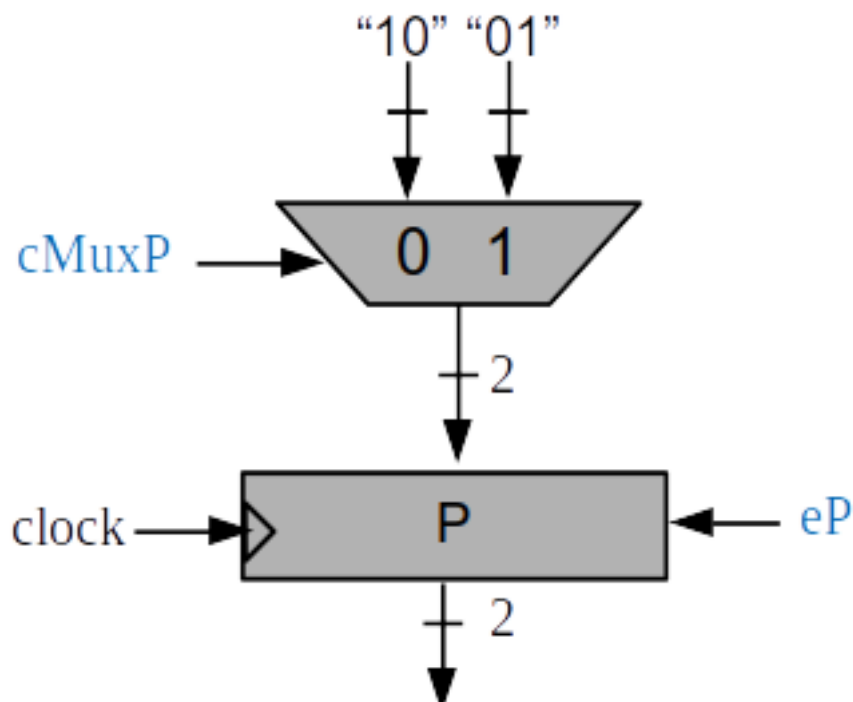

Figura 2.8: Circuito para atribuição do registrador P.
(5) **P** = “01” (linha 11); **P** = “01” (linha 19); **P** = “10” (linha 28). Figura 2.8.